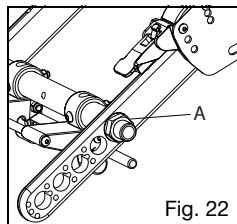

Fig. 22
2. Use una llave de tuercas de 24 mm para aflojar (no quitar) ambas tuercas del manguito del eje (Fig. 22:A).